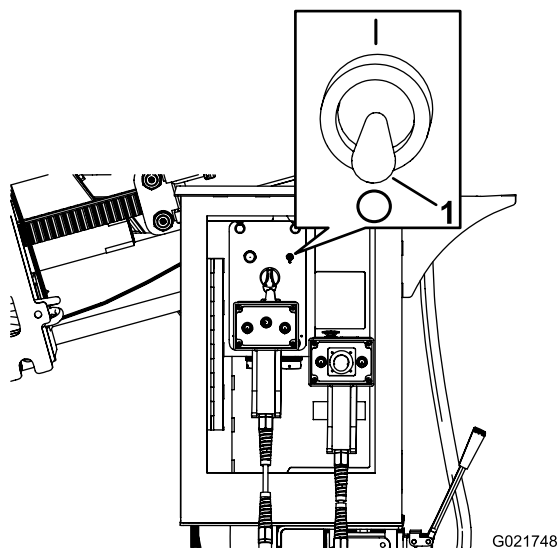

Bild 155
2. Achten Sie darauf, dass der Schalter des Sprühschlauchs in der Aus-Stellung ist (Bild 155).